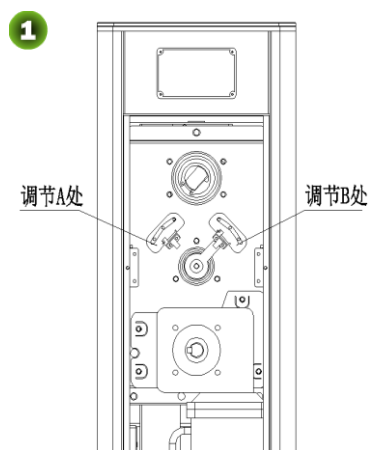

图 3-2A 调节闸杆水平/垂直
- 1) 如遇到闸杆落杆不够水平，调节 A 处，起杆不垂直，调节 B 处，这样就可以调节好闸杆起杆落杆的水平度和垂直度；如图 3-2A；